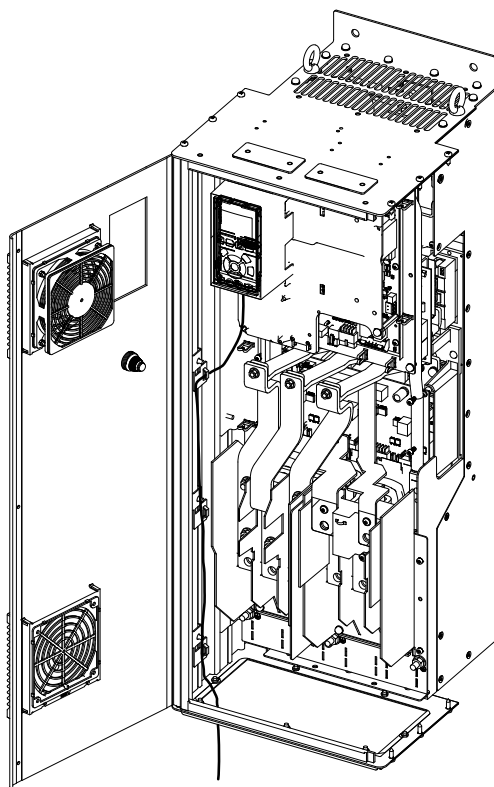

Abbildung 3.12 Verdrahtung für Gehäusetypen D, E und F
2. Fixieren Sie das Kabel mit den Federn auf der Metallgrundplatte, siehe Abbildung 3.12.
3. Befestigen Sie das Kabel und verlegen Sie dieses mit anderen Steuerleitungen in der Einheit, siehe Abbildung 3.12.